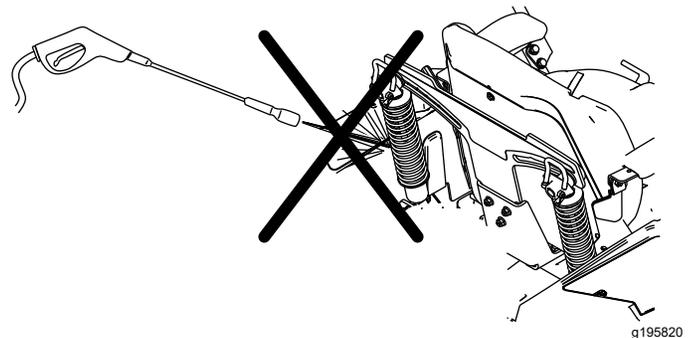

Figure 122
**Remarque:** Ne nettoyez pas les amortisseurs au jet d'eau (Figure 122).